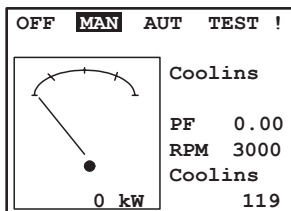

Рис. 11
- Кратковременно нажмите на панели управления кнопку **10** «**СТОП**» (Рис. 3), на дисплее отобразится обратный отсчет (Рис. 11) и начнется охлаждение двигателя.